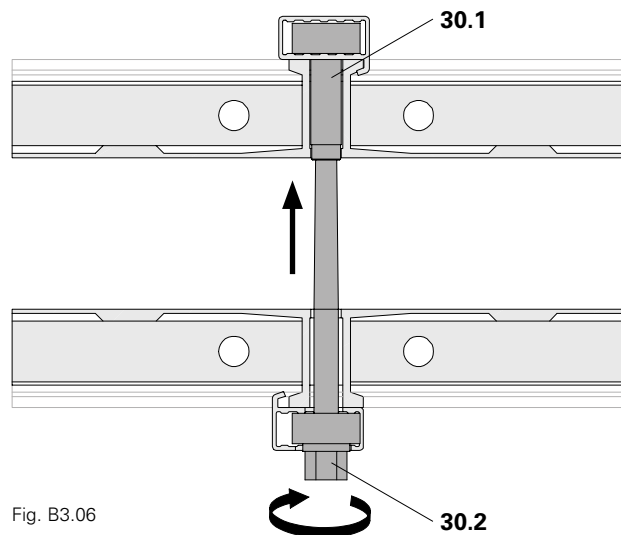

Fig. B3.06
3. Avvitare il tirante UNO Plus (30.2) fino all'arresto di fine corsa del tirante UNO Plus (30.1). (Fig. B3.06)